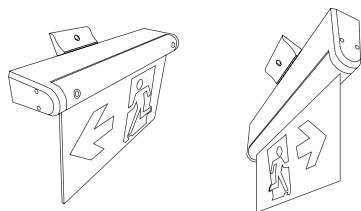

Рис. 4.
- ▶ Закрепите световой указатель на потолке или стене (Рис. 4) при помощи саморезов.